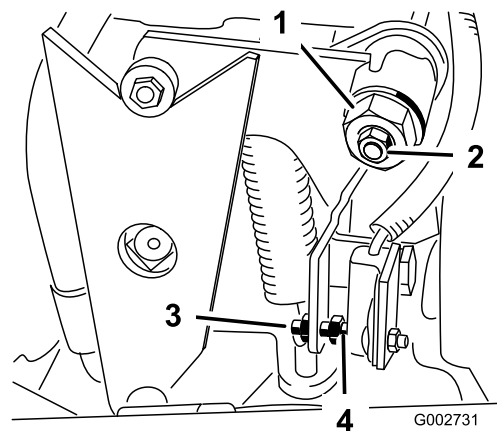

Bild 33
4. Lockern Sie die Sicherungsmutter an der Fahrtriebs-Einstellnocke (Bild 33).
5. Lassen Sie den Motor an und drehen das Sechskant (Bild 33) der Nocke in beide Richtungen, um die zentrale Stellung im Neutralbereich ausfindig zu machen.
3. Stellen Sie die Schraube ein, bis der Abstand 1,5 mm $\pm$ 0,8 mm (Bild 33) beträgt.